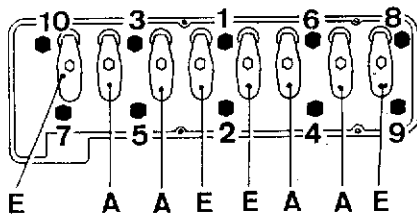

Fig. 8. — Ordre de serrage des vis de culasse
- Serrer à la main les boulons de culasse (faire tourner l'arbre à cames pour amener ses 3 encoches à la verticale et permettre le passage des boulons de culasse), puis effectuer le serrage final au couple de 8 m.kg pour les boulons de Ø 11 mm et de 10 m.kg pour les boulons de Ø 12 en suivant l'ordre indiqué sur la figure 8 (filets huilés).
- Régler le jeu de toutes les soupapes à 0,30 mm (position soupapes A admission et E échappement) (fig. 8).